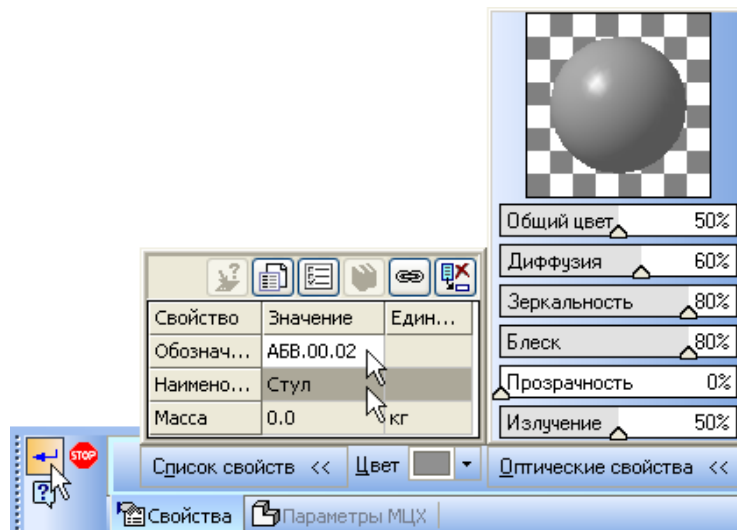

Рисунок 2.
- Введите обозначение сборки АБВ.02.00 и ее наименование Стул (рис.2)